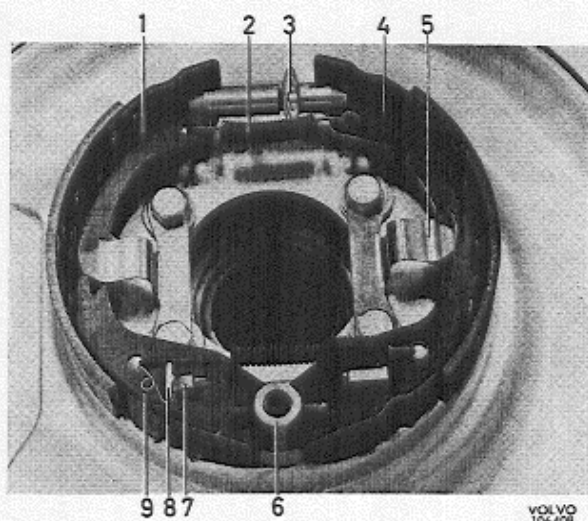

Abb. 5—1 Handbremse
Die Handbremsteile der Radbremse haben teilweise Änderungen erfahren. Von diesen Änderungen ganz ausgenommen bleibt jedoch eine kleinere Anzahl Fahrgestelle zu Beginn der neuen Baureihe. Der Hebel (1, Abb. 5—5) ist im Gabelende einer Druckstange (4) eingelagert. Er wirkt auf die Primärbacke über eine Anlaufscheibe aus vergütetem Material (8, Abb. 5—1). Gleichzeitig hat der Ankerbolzen (6) eine andere Form erhalten.